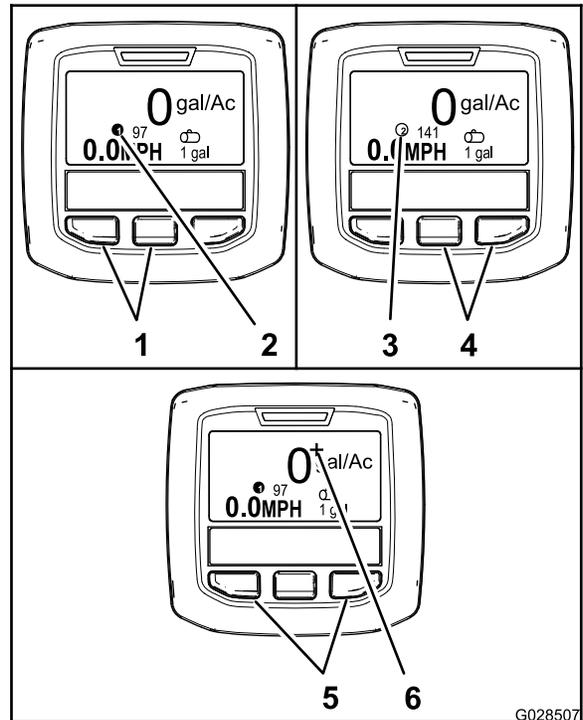

図 66
- 散布レートその1を表示させるには、左側の2つのボタンを押す (図 66)。
**注** アイコン ① が表示されます。
- 散布レートその2を表示させるには、右側の2つのボタンを押す (図 66)。
**注** アイコン ② が表示されます。
- 散布レートを一時的に変えるには、両側の2つのボタンを押す (図 66)。